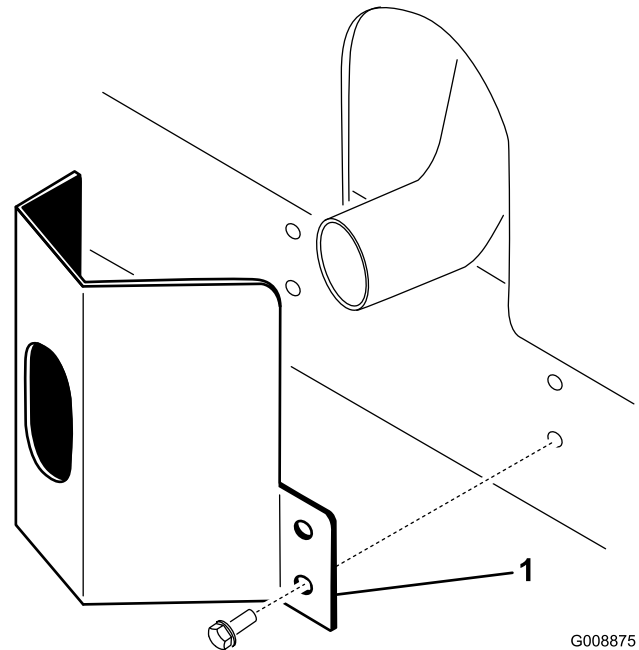

Figure 11
1. Placez la protection de l'échappement autour du silencieux et alignez les trous de montage sur ceux du cadre (Figure 11).
2. Fixez la protection de l'échappement sur le cadre à l'aide de 4 vis autotaraudeuses (Figure 11).